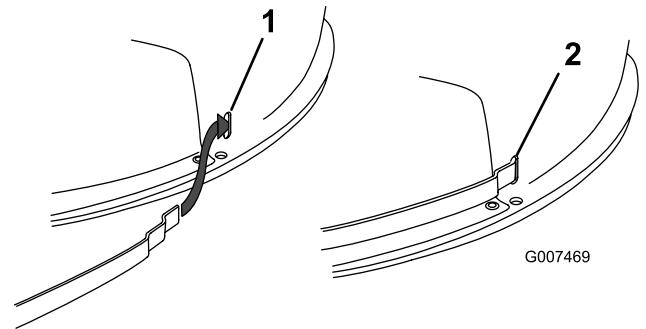

Figura 19
Nota: Non togliete le cinghie dalla scocca del tosaerba. Se una cinghia dovesse uscire dalla scocca, inseritela come mostrato in (Figura 19).
16. Sollevate il cesto di raccolta dell'erba e montate il perno con testa, le 2 rondelle e la coppiglia per fissare il tubo di scarico alla piastra superiore (Figura 19).